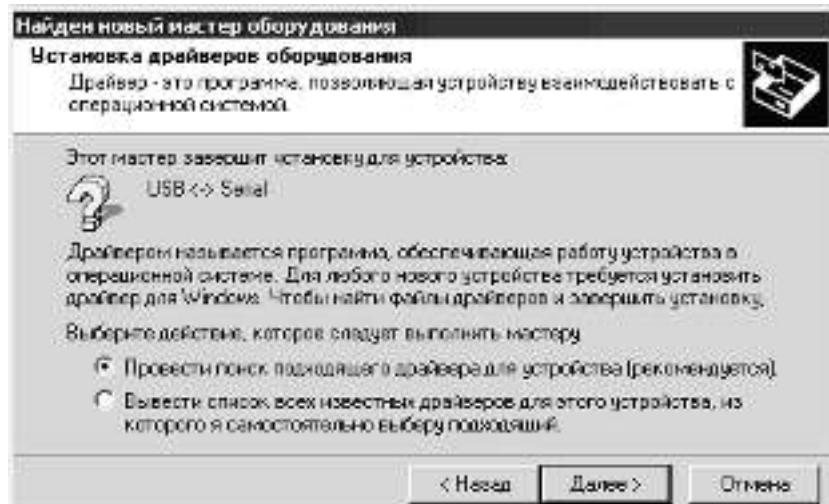

Рисунок 7 – Выбор действия мастера
- 1) В окне «Установка драйверов оборудования» поставьте переключатель в положение «Провести поиск подходящего драйвера для устройства (рекомендуется)» (см. рисунок 7).